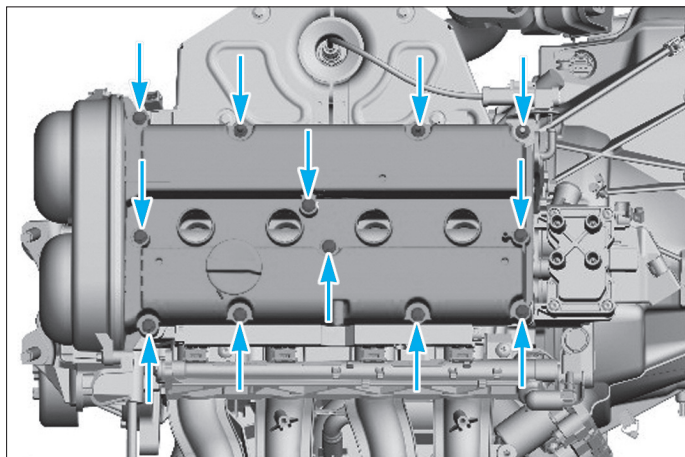

Fig. 38
- les vis du couvre-culasse (12 vis) (Fig.38),